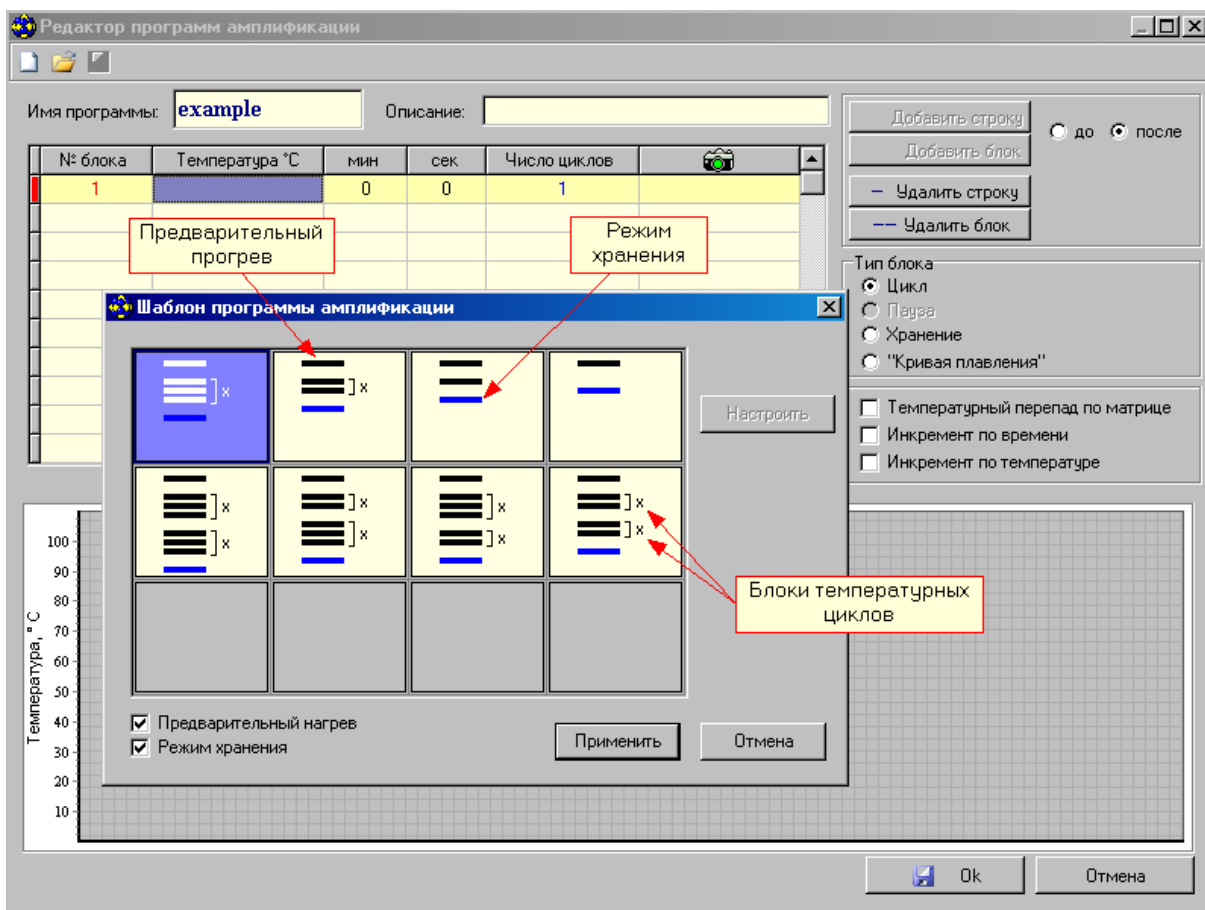

Рис.25. Создание программы амплификации с использованием шаблона.
2. Создать новую программу амплификации (кнопка ) , используя окно Шаблон программы амплификации (Рис.25).